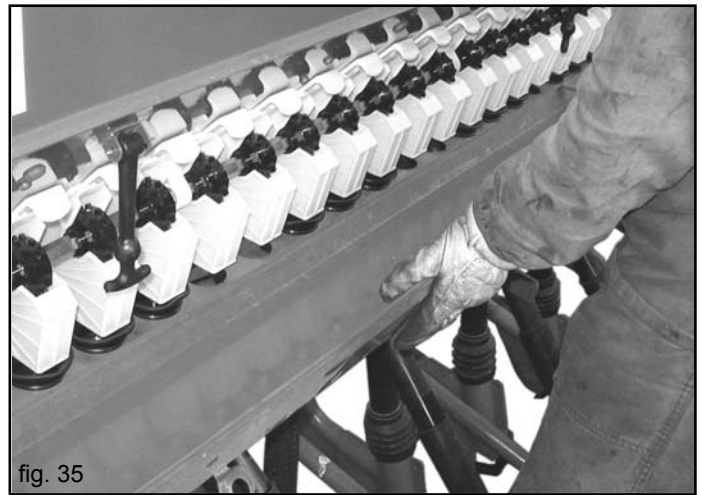

fig. 35
- 2) Sganciare le vasche raccogli semi (Fig. 35) e posizionarle sotto le bocchette uscita semi.